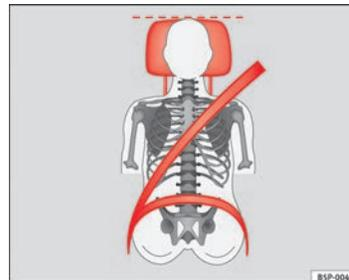
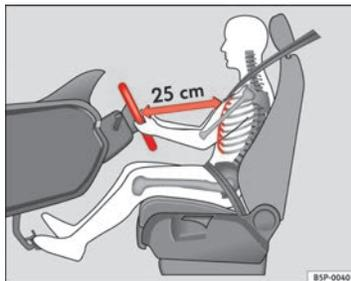

Fig. 29 Banda del cinturón y apoyacabezas ajustados correctamente.
Fig. 28 Distancia correcta entre el conductor y el volante.
- Realice el ajuste del asiento de tal modo que el volante quede como mínimo a 25 cm del tórax => fig. 28 y que pueda asir el volante lateralmente por la parte exterior con las dos manos y los brazos ligeramente flexionados.
⇒ fig. 28.
- Ajuste el apoyacabezas de modo que el borde superior quede, en la medida de lo posible, a la altura de la parte superior de la cabeza, en ningún caso por debajo de los ojos. Mantenga la nuca lo más cerca posible del apoyacabezas ⇒ fig. 28 y ⇒ fig. 29.
Ajuste la distancia correcta entre el conductor y el volante ⇒ fig. 28 con la ayuda de los mandos situados en el asiento del conductor ⇒ página 52.